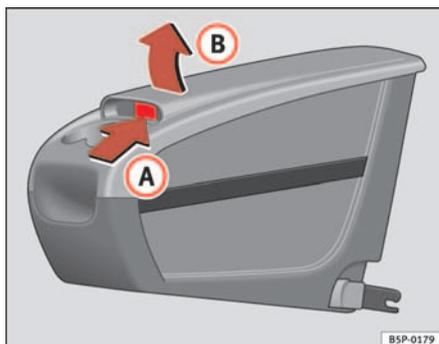

Fig. 111 Rangement mobile. Ouverture
- Levez le couvercle (B), par la zone (A) ⇒ page 145, fig. 111.